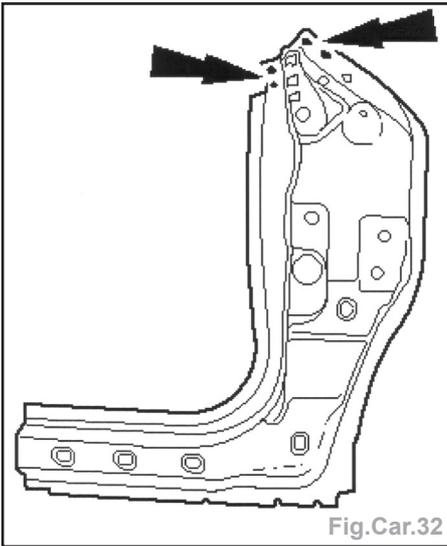

Fig.Car.32
- Réaliser le perçage (flèche) afin de souder par bouchonnage au Ø 10 mm (Fig.Car.32).